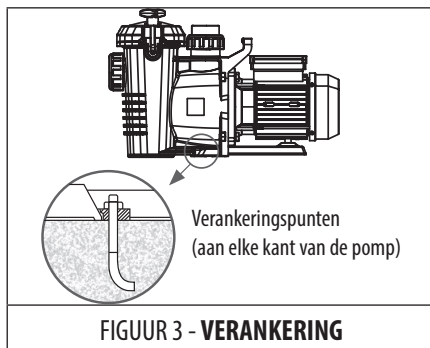

FIGUUR 1 - INSTALLATIEZONES
- In Zone 0 en Zone 2 (FIGUUR 1).